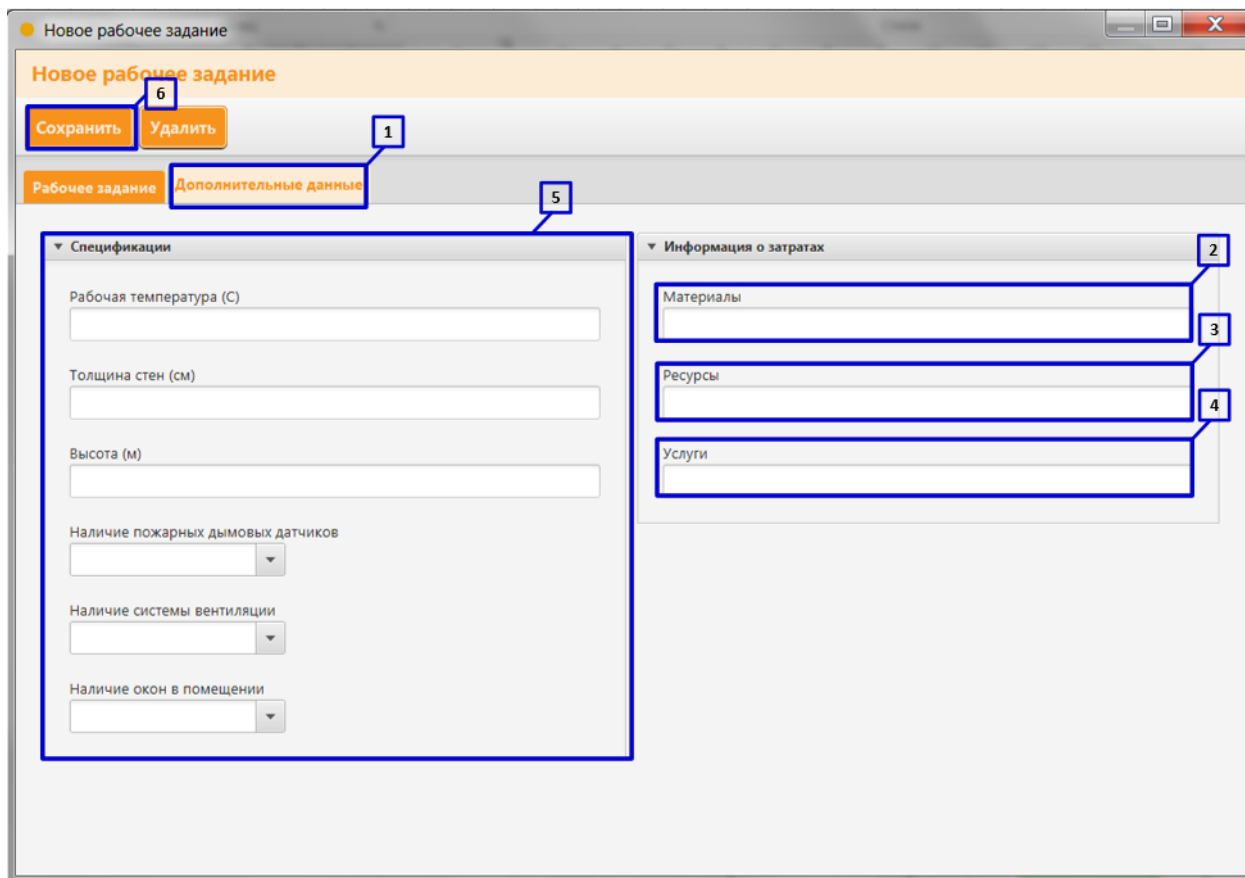

Рисунок 39. Создание рабочего задания в карточке актива вкладка
16. Откройте вкладку «Дополнительные данные» (**Рисунок 39 пункт 1**);
17. В строке «Материалы» введите информацию о материалах, которые необходимы для выполнения рабочего задания (**Рисунок 39 пункт 2**);
18. В строке «Ресурсы» введите информацию о ресурсах, которые необходимы для выполнения рабочего задания (**Рисунок 39 пункт 3**);
19. В строке «Услуги» введите информацию об услугах, необходимых для выполнения рабочего задания (**Рисунок 39 пункт 4**);
20. Заполните поля раздела «Спецификации» (**Рисунок 39 пункт 5**).
(Рисунок 39 пункт 6);